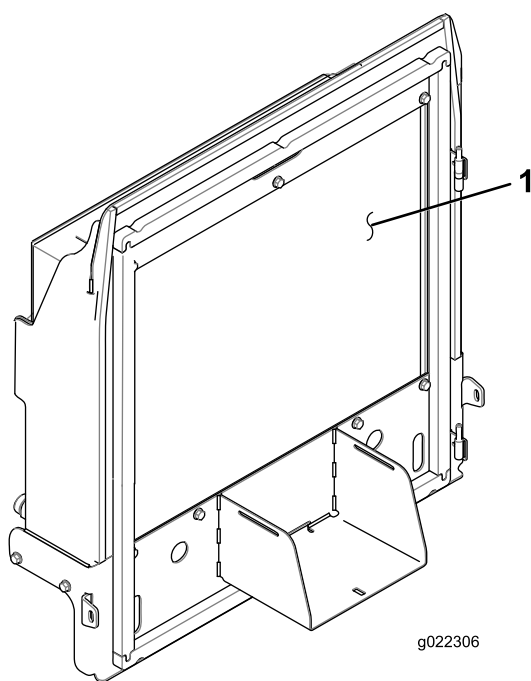

Figura 95
4. Limpie a fondo ambos lados del radiador y del enfriador de aceite (Figura 95) con aire comprimido.